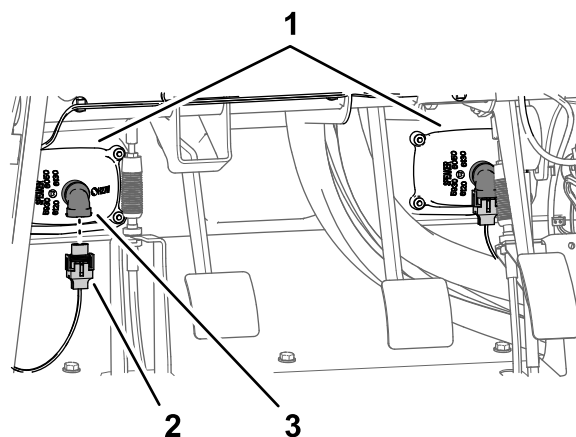

Figura 14
1. Scollegate i 2 connettori elettrici (a 2 prese) del cablaggio preassemblato della macchina dai connettori a 2 pin dei gruppi fari di sinistra e destra (Figura 14).